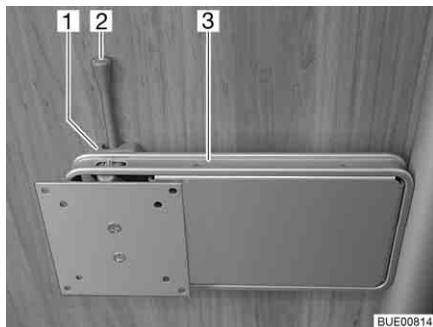

Bild 46 Fäste på pelare
- Tryck låsspaken (Bild 46,2) åt sidan och sväng fästet (Bild 46,3) med den platta bildskärmen till önskat läge.
- Vrid tillbaka den platta bildskärmen tills fästet (Bild 46,3) hakar fast i låset (Bild 46,1).